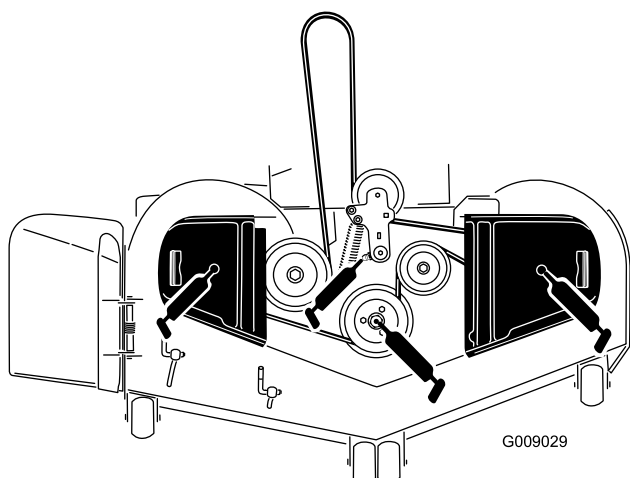

Figura 40
3. Engrase el pivote de la polea tensora de la carcasa del cortacésped hasta que salga grasa por el extremo inferior (Figura 40).
4. Engrase los tres cojinetes de los ejes hasta que rezume grasa de las juntas inferiores (Figura 40).
5. Engrase el brazo tensor de la correa de transmisión (Figura 40).